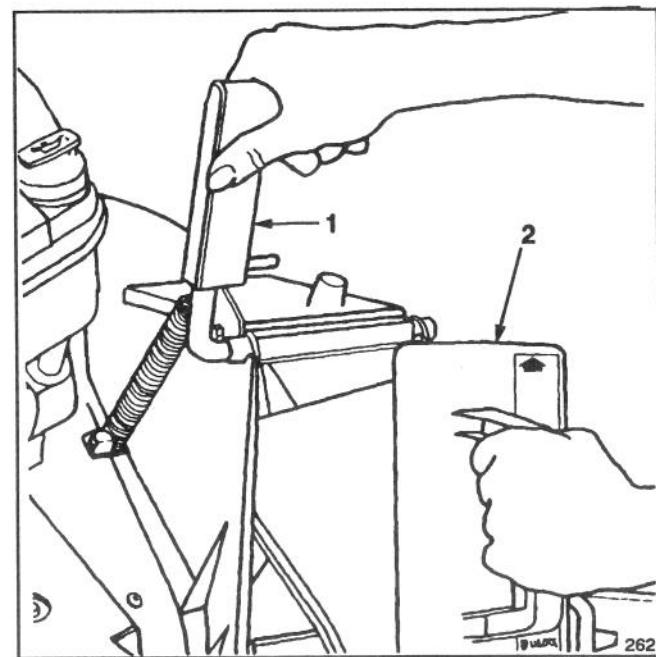

Abb. 2
1. Die Auswurftür öffnen: den Griff nach vorwärts ziehen, die Auswurftür nach hinten bewegen (Abb. 2). Den Griff der Auswurftür festhalten, damit die gefederte Tür nicht wieder zuspringt, während der Mulchstöpsel eingeführt wird.
2. Da der Mulchstöpsel etwas breiter als die Öffnung des Auswurftunnels ist, muß der Mulchstöpsel beim Einführen etwas im Uhrzeigersinn gedreht werden (Abb. 2). Sicherstellen, daß der Pfeil auf dem Mulchstöpsel-Aufkleber nach oben zeigt.